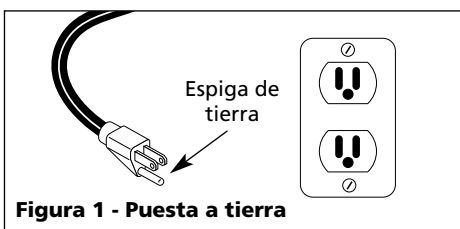

Figura 1 - Puesta a tierra
- Este producto requiere un circuito con conexión de descarga a tierra de 120V y 15A (Ver figura 1).